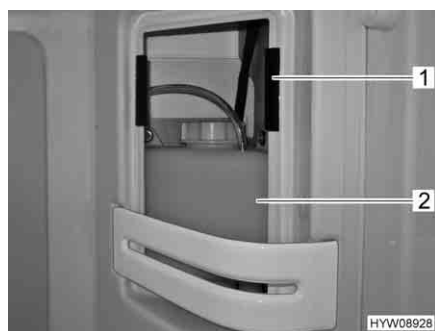

Fig. 170 Vaso d'espansione del riscaldamento ad acqua calda (vano doccia)
- Se il vaso d'espansione si trova nel vano doccia: Rimuovere la copertura del vaso d'espansione (Fig. 170,2) a destra e in alto nella doccia. La copertura è fissata con velcro (Fig. 170,1).